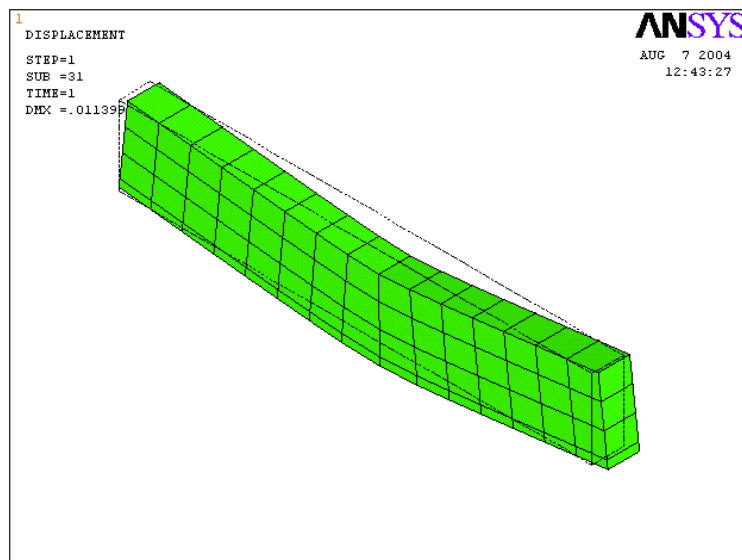

图6.12 绘制的变形图
(4) 选择【Def + undef edge】单元框，单击【OK】按钮，然后单击显示控制工具栏中的按钮，即可在图形视窗中绘制变形图。如图 6.12 所示。